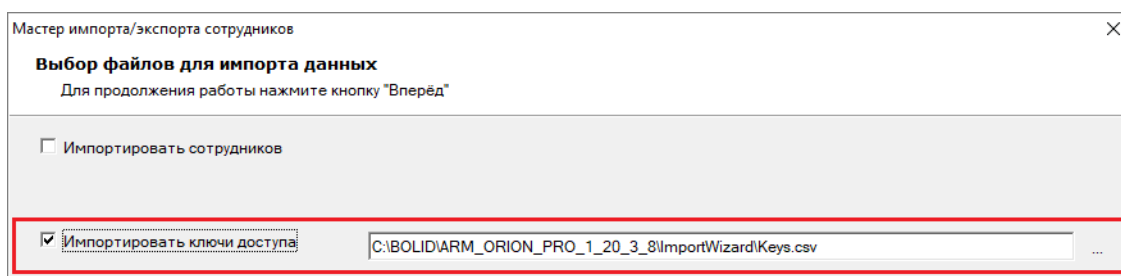

Рисунок 15-13 Выбор импорта данных идентификаторов
- **Импортировать ключи доступа**⁷¹ – установите флаг напротив этого параметра, чтобы выбрать для импорта в БД из файлов данные идентификаторов. После установки флага (см. Рисунок 15-13) станет доступно поле для определения адреса файла, из которого будет осуществляться импорт данных (по умолчанию – файл «Keys.csv» в папке «ImportWizard», расположенной в каталоге с установленным АРМ «Орион Про»);